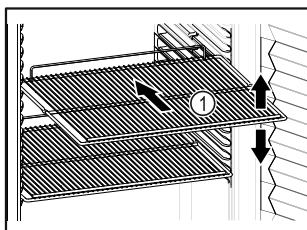

Fig. 60 Példaként szolgáló ábrázolás
- ❑ Ha a tároló rácsok Fig. 60 (1) áthelyezhetők, akkor igazítsa be őket a kívánt magasságnak megfelelően.